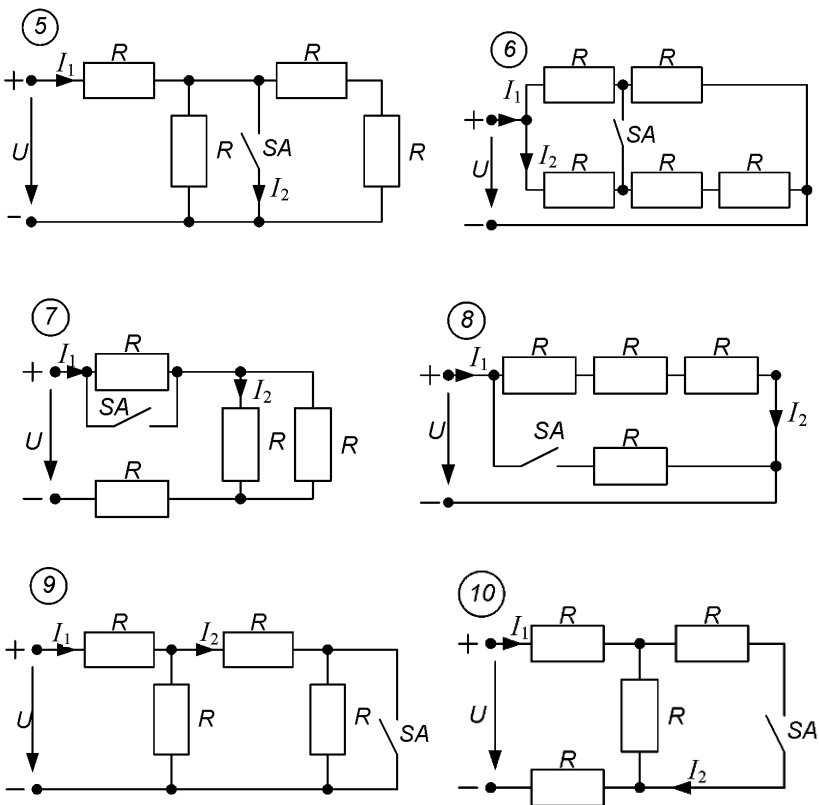

Рис. 2.32
2. Определить значения токов I_1 и I_2 в электрической цепи на рис. 2.32 (в соответствии с заданным вариантом, указанным на схемах) при замкнутом выключателе SA , если при разомкнутом выключателе ток $I_1 = 1$ А, сопротивление $R = 1$ Ом. Напряжение U остается неизменным.